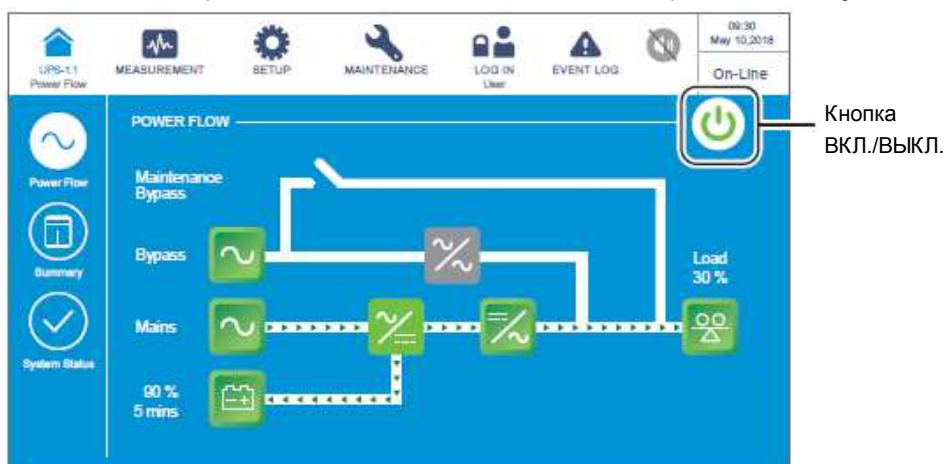

Рисунок 6-45: Экран режима двойного преобразования и расположение кнопки ВКЛ./ВЫКЛ.
- 1 В режиме двойного преобразования на ЖК-дисплее отображается следующий экран (**Рисунок 6-45**), а трехцветный светодиодный индикатор горит зеленым. Расположение трехцветного светодиодного индикатора см. на **Рисунке 2-12**.